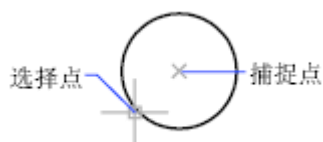

图 8-26 圆心捕捉
- 【圆心】捕捉到圆弧、圆、椭圆或椭圆弧的中心，如图 8-26 所示。